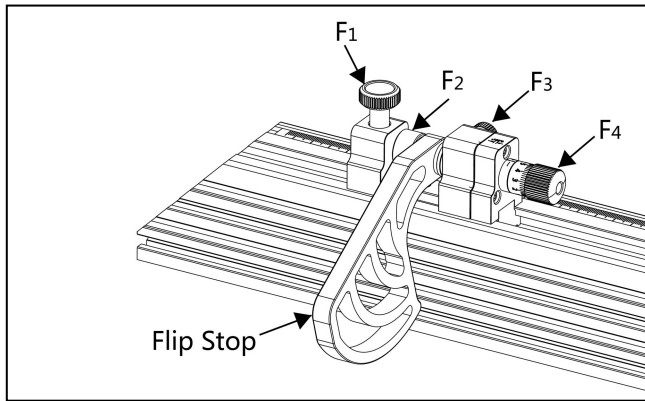

Abb.22
10.3 Die Positionierung des Anschlages (Abb. 22)